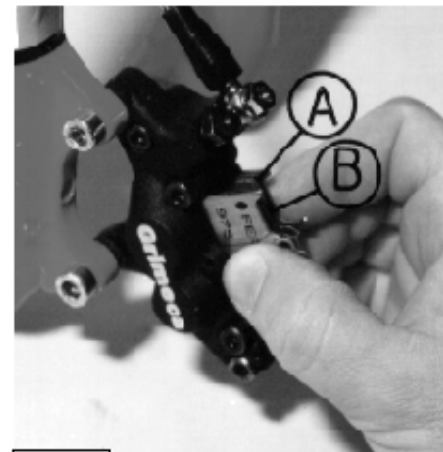

FIG. 21
ATTENZIONE: togliere il liquido in eccesso dal serbatoio per permettere l'arretramento delle pastiglie. Completata l'operazione togliere il cacciavite e le pastiglie freno usurate. Inserire le pastiglie nuove e la molla ritorno-pastiglie facendo attenzione che i ganci (A) (fig.21) si trovino dal lato del materiale frenante (B) (fig.21). Rimontare il perno e l'anello di sicurezza. Azionare lentamente un paio di volte la leva freno ripristinando, dopo alcune frenate a vuoto, la condizione di lavoro ottimale. Chiudere, se è stato necessario aprirlo per l'arretramento delle pastiglie, il serbatoio dopo avere ripristinato il livello del liquido come indicato nel paragrafo 3.1. Con le pastiglie nuove l'impianto necessita di un periodo di rodaggio per avere il massimo rendimento del sistema frenante.